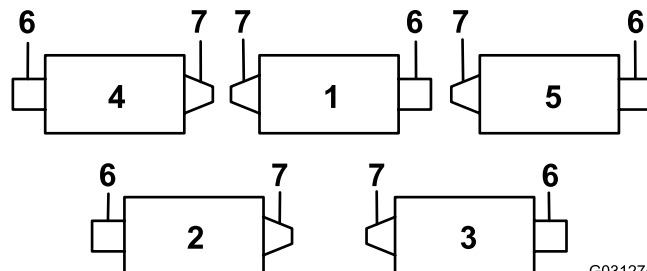
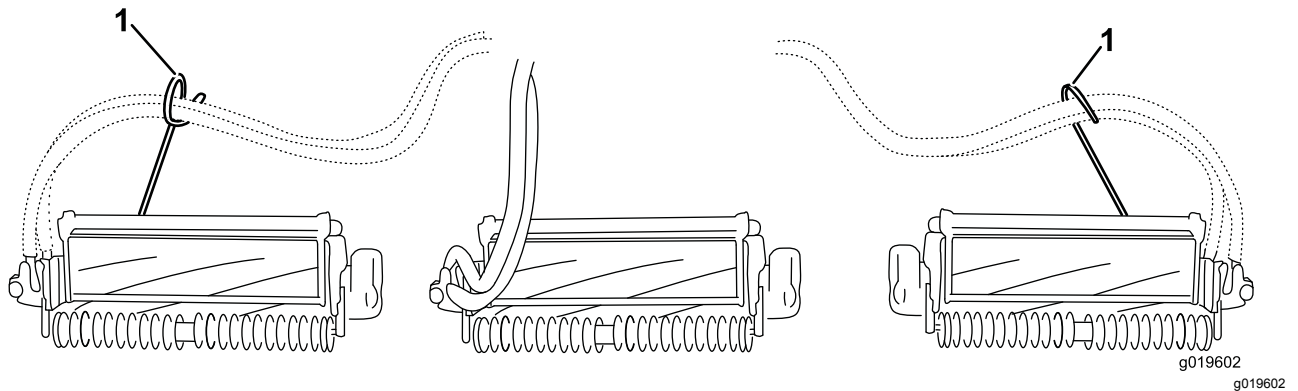
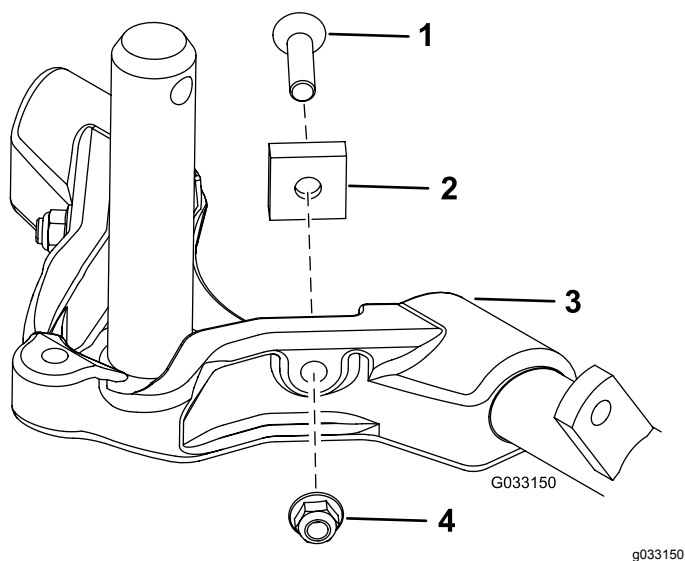

Bild 12
Bild 14
Bild 15
Wichtig: Montieren Sie an den Schneideinheiten Nr. 4 (vorne links) und Nr. 5 (vorne rechts) die Schlauchführungen mit den Befestigungsmuttern der Stangenhalterung vorne an den Schneideeinheiten. Die Schlauchführungen sollten sich zur mittleren Schneideinheit neigen (**Bild 12** bis **Bild 14**).
7. Verbessern Sie die Lenkung an den Heckschneideinheiten, indem Sie die zwei Gelenkdistanzstücke, Sechskantschrauben und Bundmuttern (Bild 15) von den Trägerrahmen der Heckschneideinheiten (Schneideinheiten Nr. 2 und Nr. 3) entfernen, siehe Bild 12.